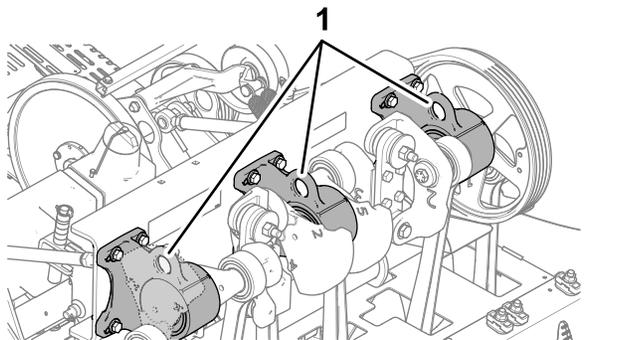

图 3
**注意** 如果可行请用起重机提起机器的后部。用打孔头轴承壳体内的孔眼作为起重机连接点图 3。